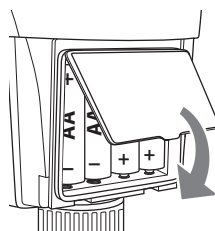

Abb. 3
- ♦ Setzen Sie den Batteriefachdeckel **10** auf das Batteriefach. Achten Sie auf einen festen Sitz des Dichtungsringes (siehe Abb. 3).